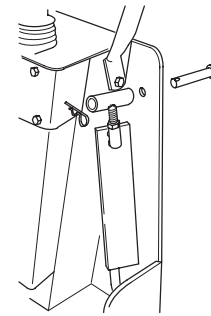

Figura 30
- B. Sujete las barras laterales en la posición de almacenaje, tal como se indica en la Figura 30.